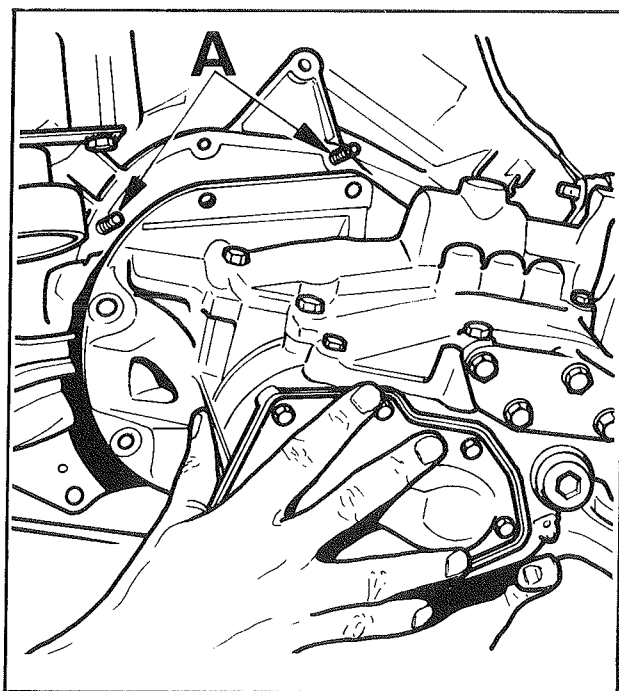

Fig. 5
- Présenter la boîte sur les 2 pilotes (A) (fig. 5) et l'engager complètement en faisant tourner :